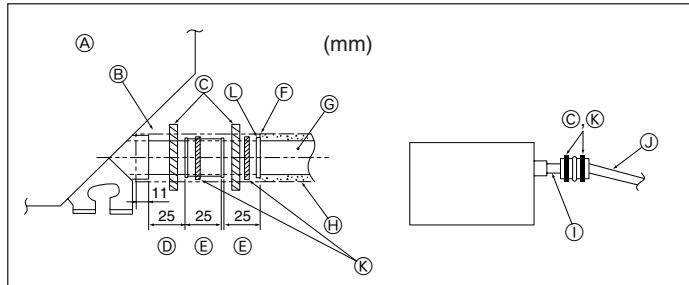

Fig. 6-2
- Подсоедините соединительную муфту для дренажа (входит в комплект поставки прибора) к дренажному порту. (Fig. 6-2)